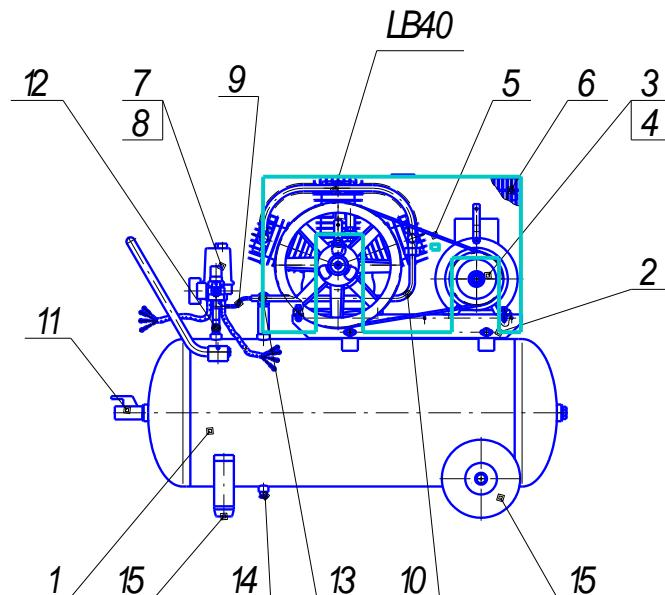

Рис. 1
2.8. Общий вид компрессоров представлен на рис. 1, 2, 3, 4, схема электрическая принципиальная - на рис. 5.
**Примечание:** комплект колес, амортизаторов (поз. 15, см. рис. 1, 2, 3, 4) и детали их крепления упакованы отдельно.
5.1. Компрессор (рис.1, 2, 3, 4) состоит из следующих основных сборочных единиц и деталей: блока поршневого LB40, ресивера (воздухосборника) 1, платформы 2, электродвигателя 3 со шкивом 4, клинового ремня 5, защитного ограждения 6, прессостата 7, манометра 8, воздухопровода сброса давления 9, нагнетательного воздухопровода 10, крана 11, клапана предохранительного 12, клапана обратного 13, крана слива конденсата 14, колес и амортизаторов 15.